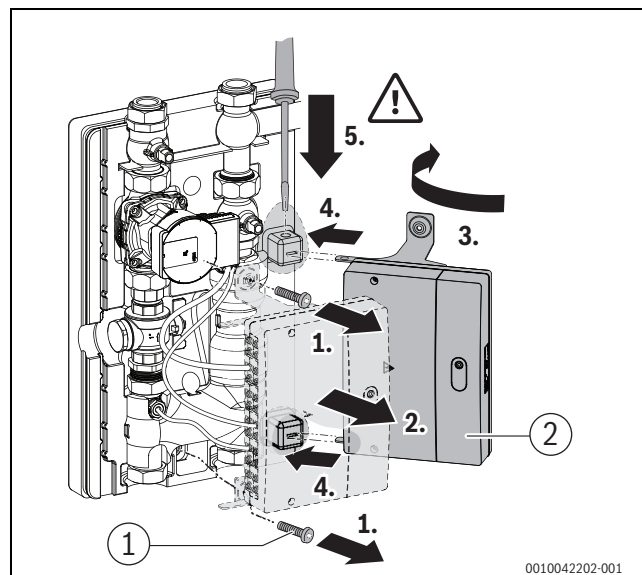

Bild 7 Hybrid-Modul in Wartungsposition bringen
- ▶ Hybrid-Modul in die Wartungsposition bringen (→ Bild 7).